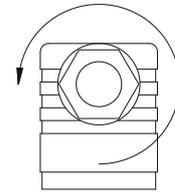

Abb. 9
- ↖ Lösen Sie die Kabelverschraubung ⑤ M16x1,5 (⇒ Abb. 9).